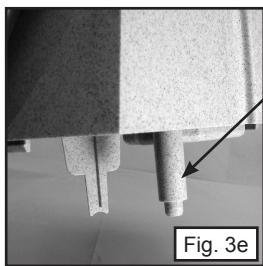

Fig. 3e
- 3) Alinee la caja del filtro sobre el motor y luego la taza. Le conviene alinear el tubo de admisión de modo que entre directamente en el motor. Cuando esté bien colocado presione ligeramente hacia abajo, fijando la caja del filtro en su lugar. (Fig. 3e y 3f)